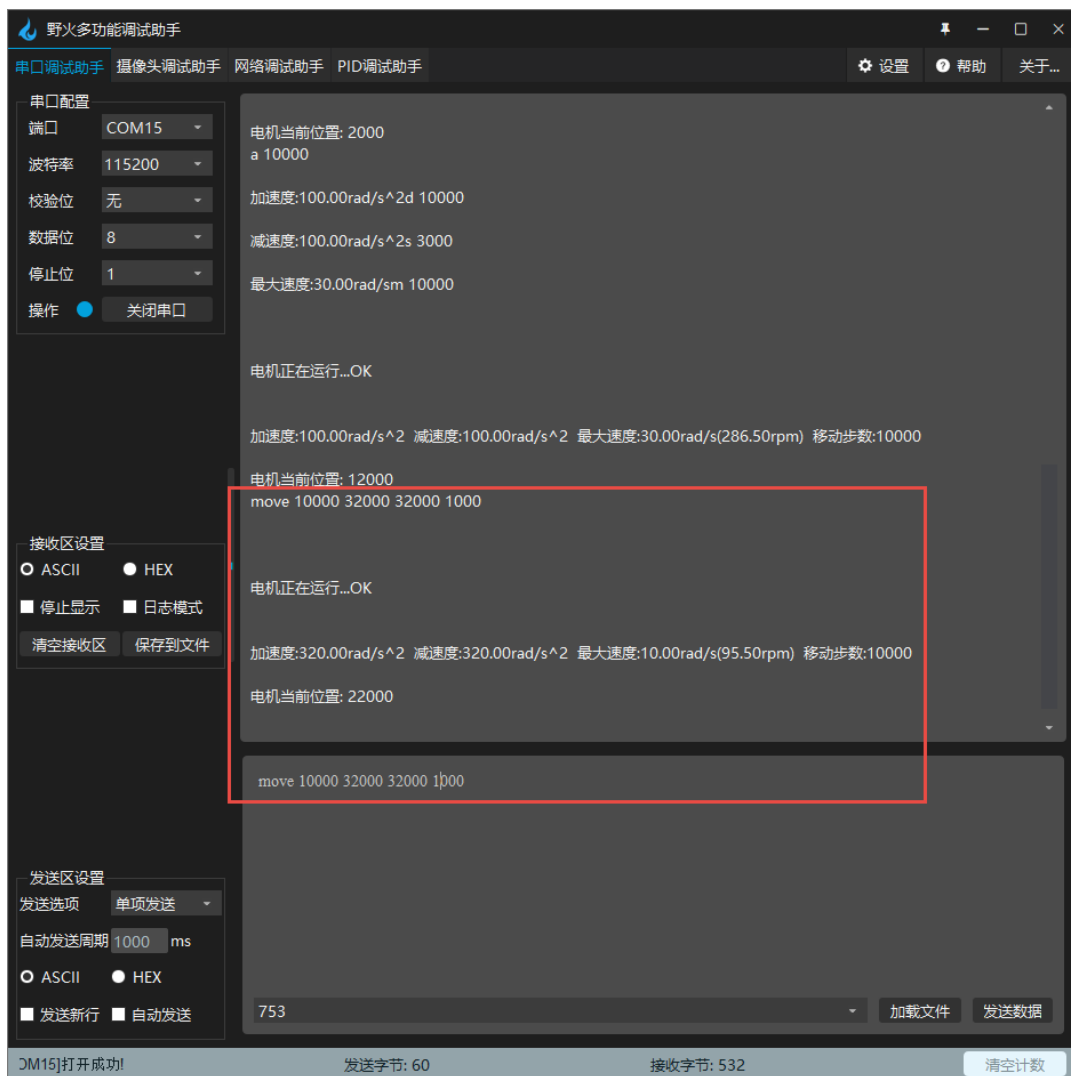

图 2-12 串口终端打印移动固定步数及参数信息
- **move:** 移动固定步数同时设置参数，步数如果是正数就顺时针旋转，如果是负数就逆时针旋转，同时也一起设置加减速度，最大速度。例如我们需要以  $320 \text{ rad/s}^2$  的加速度、 $320 \text{ rad/s}^2$  的减速度、最大速度  $10 \text{ rad/s}$  移动 10000 步，在串口中断输入栏下输入“move 10000 32000 32000 1000”+回车键然后按发送，开发板收到指令后，串口会打印对应的加减速度，最大速度、移动步数及电机当前位置，见图2-12。